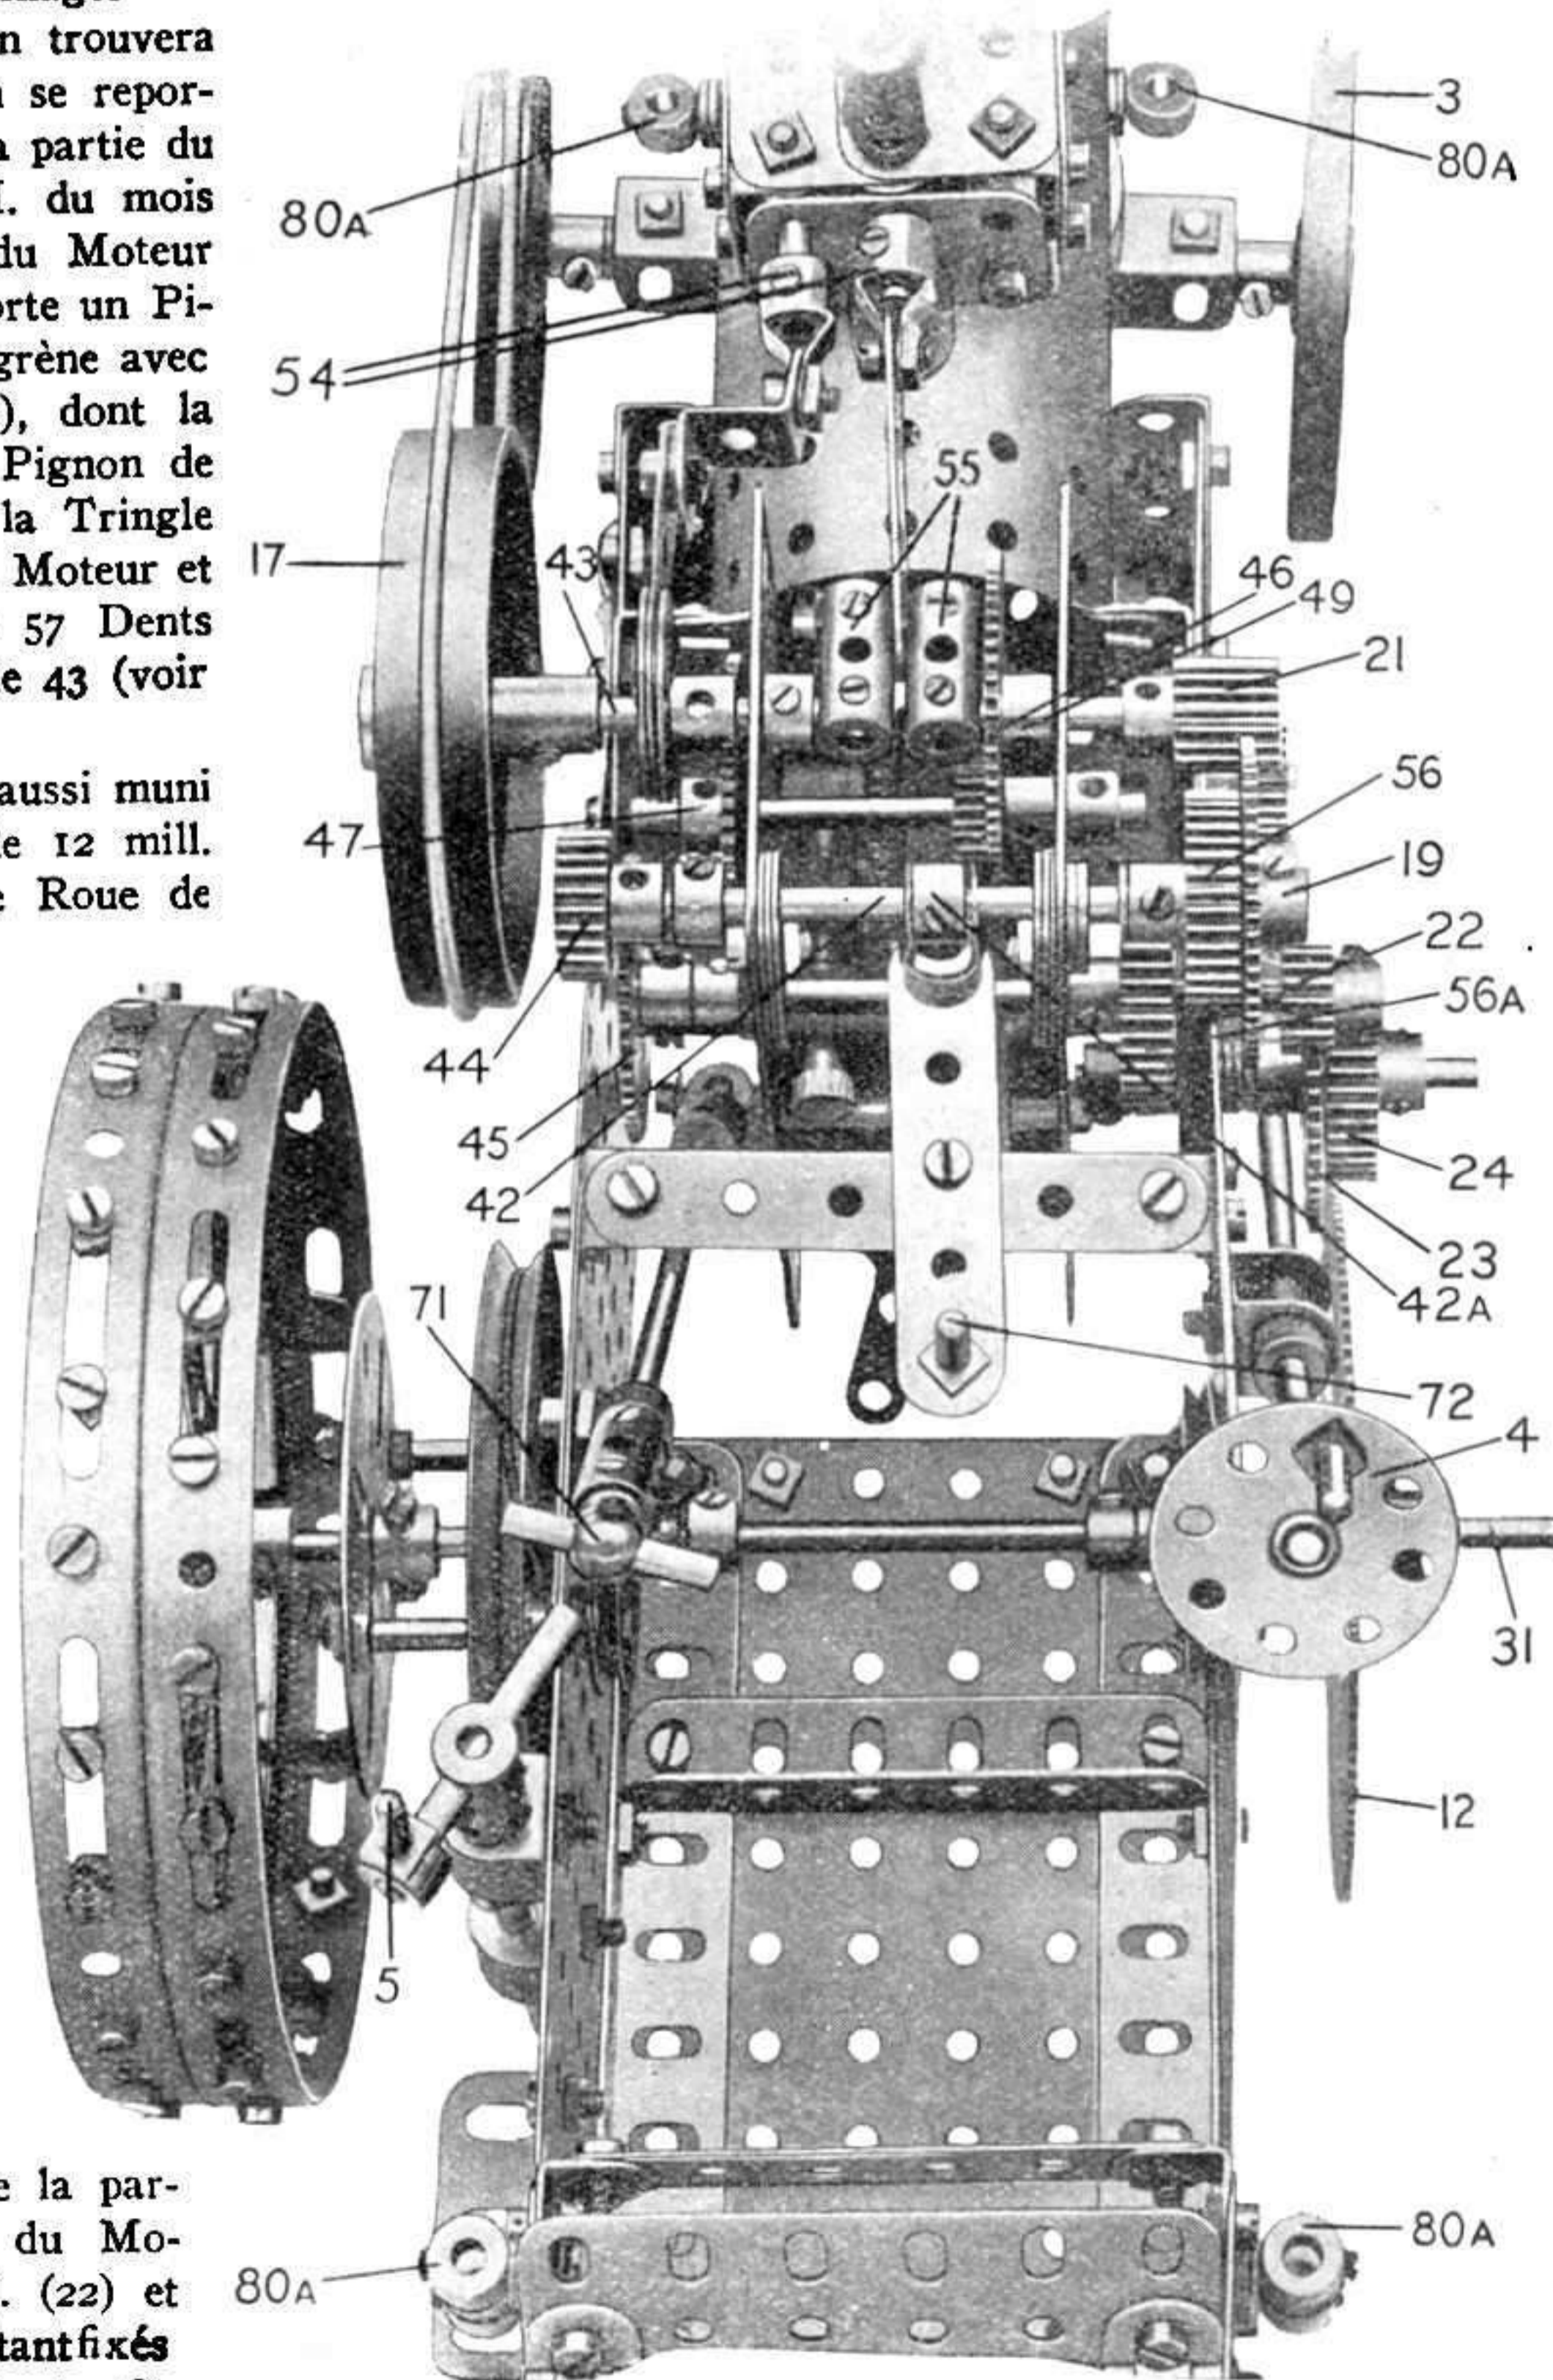
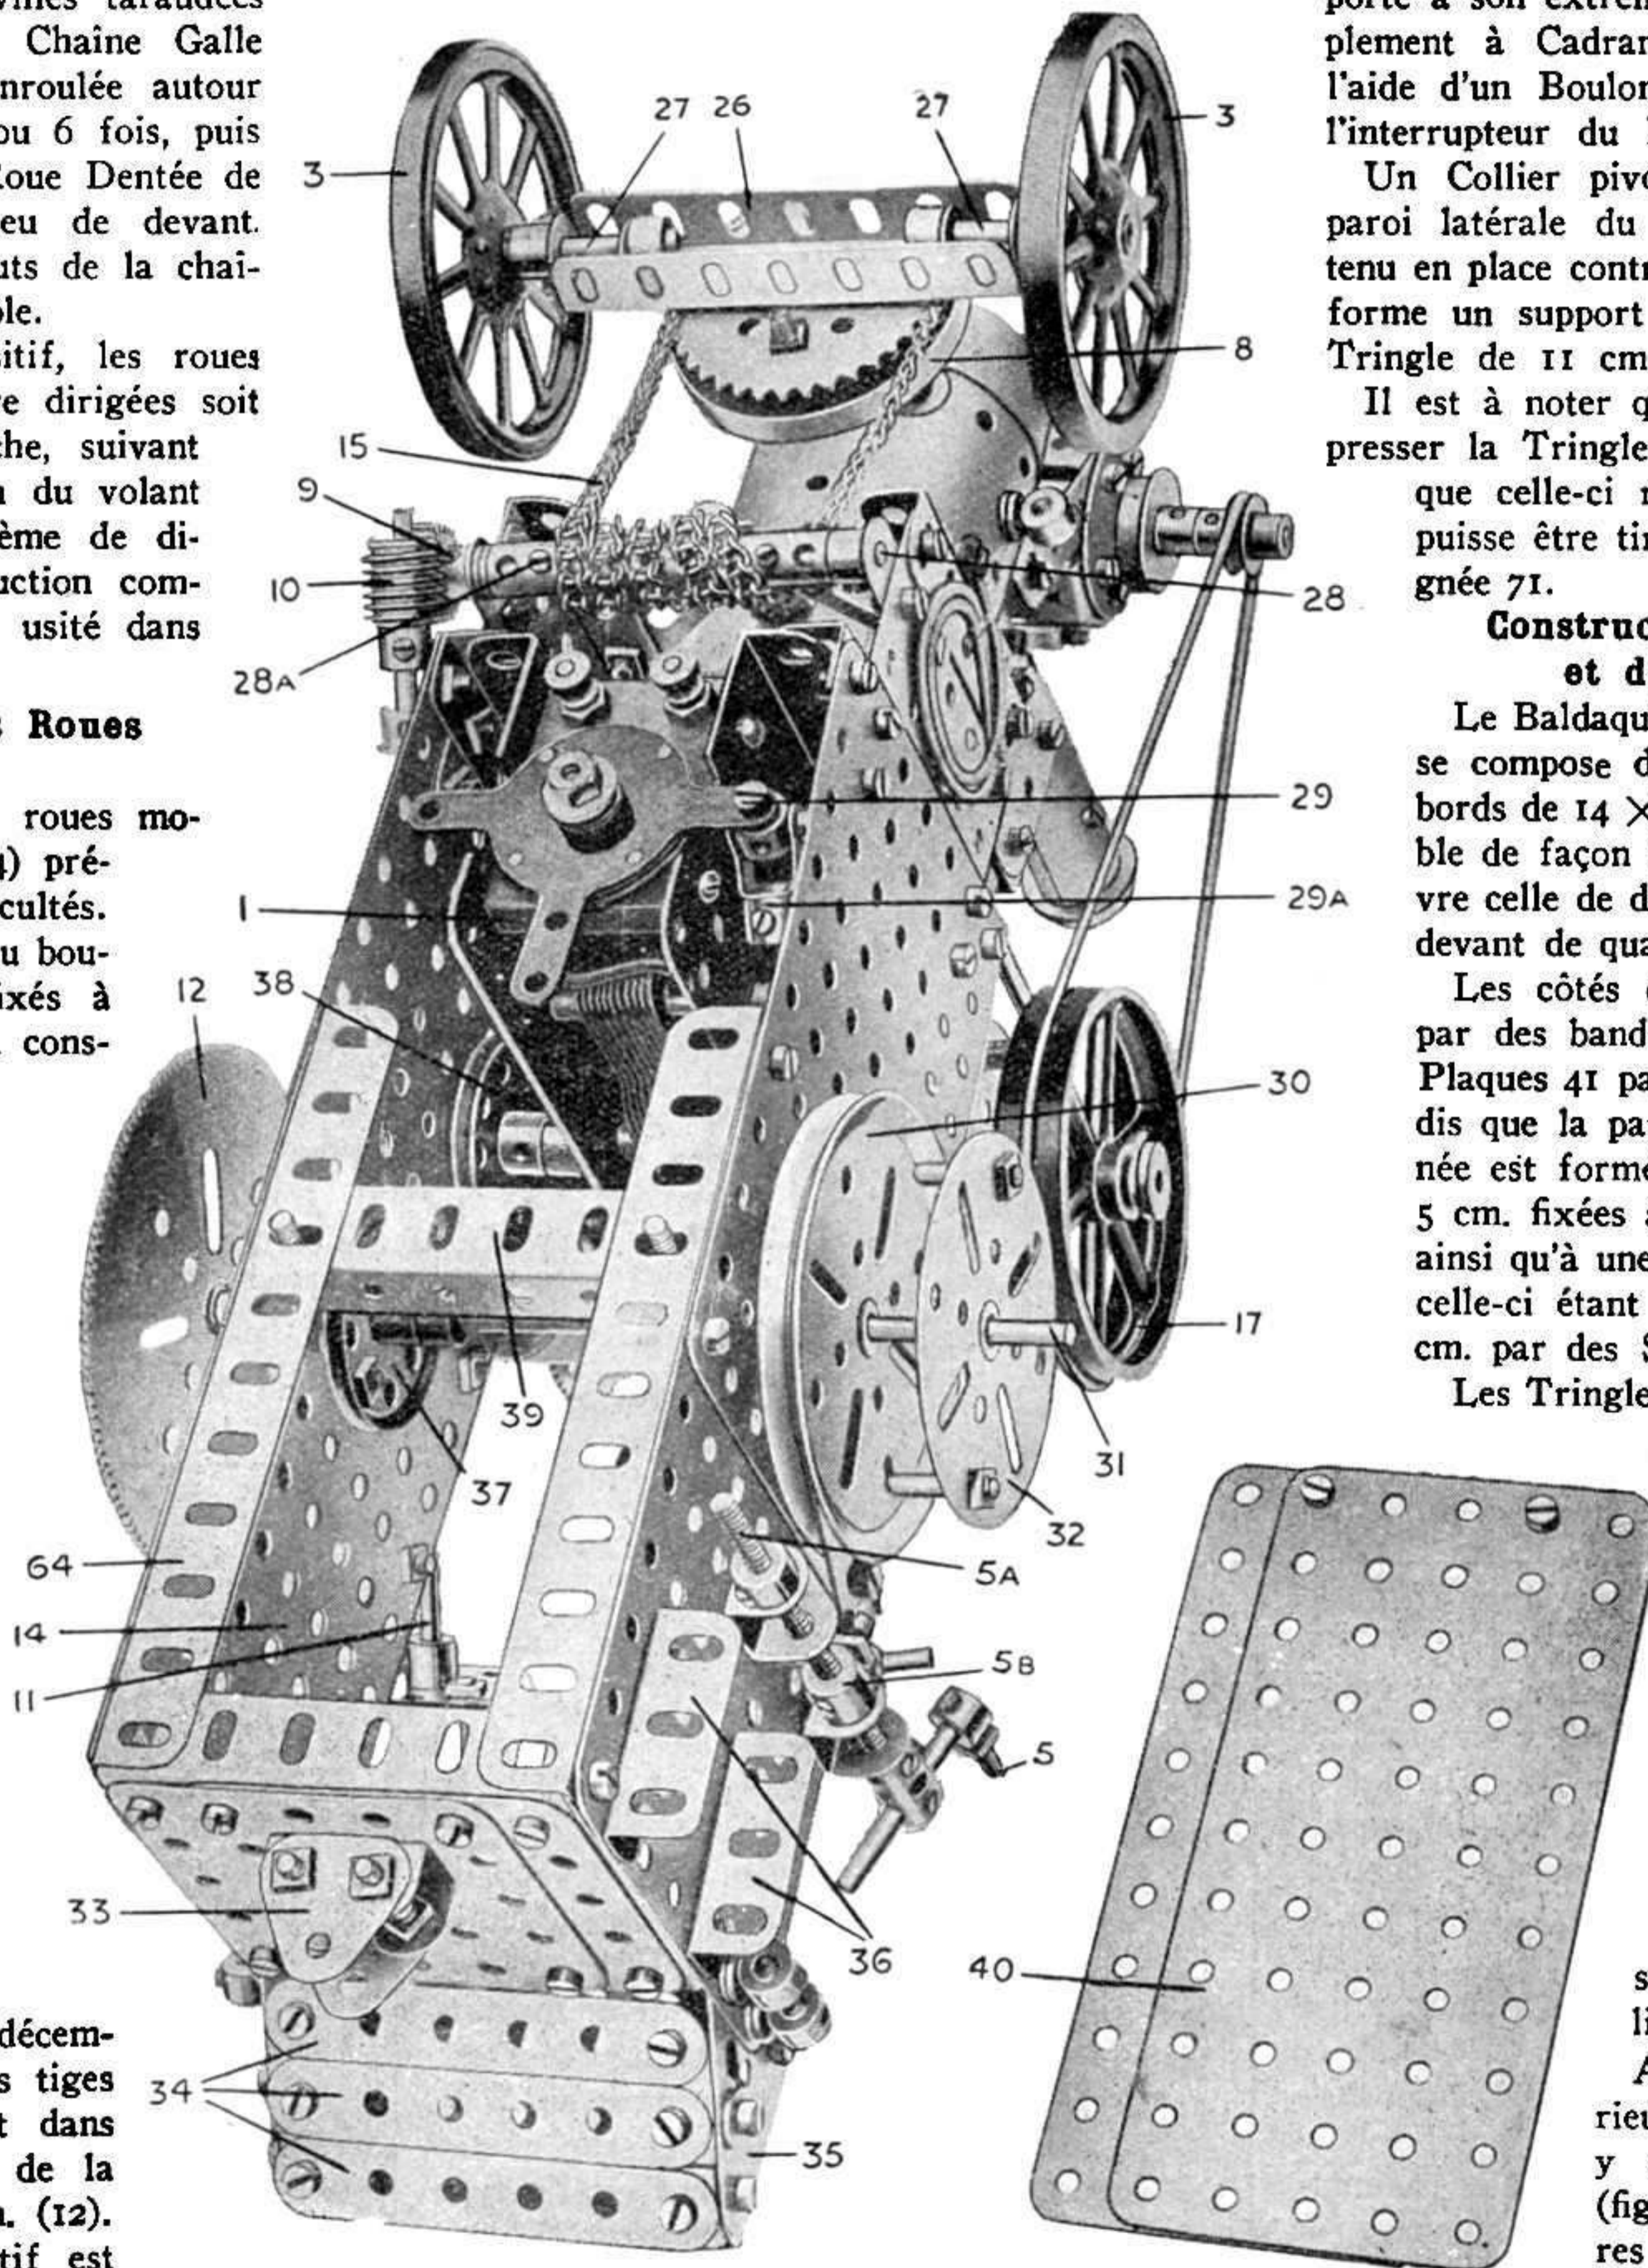

Fig. 4. — Vue prise d'en haut, montrant le système d'engrenages.
Fig. 5. — Vue de dessous, montrant le mécanisme de direction et le Moteur Electrique.
DANS notre numéro du mois passé nous avons décrit la construction du châssis principal du Tracteur Meccano et nous nous sommes occupés de tous les détails de la Chaudière et du Moteur, ainsi que du mécanisme de freinage. La fig. 4 du présent numéro représente le modèle vu d'en haut, ce qui met en évidence les engrenages et le moteur, tandis que la vue du modèle complet prise d'en bas (fig. 5) montre très clairement la position du Moteur, ainsi que les engrenages de direction et de freinage. Après avoir construit la partie du Moteur et de la Chaudière et l'avoir ajustée à la partie de derrière du modèle, comme nous l'avons décrit le mois dernier, il faut passer à la construction du mécanisme commandant le mouvement du modèle.
L'enchaînement des engrenages est visible sur la fig. 4, mais on trouvera ses détails plus apparents en se reportant à l'image représentant la partie du moteur (fig. 2 dans le M.M. du mois dernier). L'axe de l'induit du Moteur (48a sur l'image rappelée) porte un Pignon de 12 mill. (48) qui engrène avec une Roue de 57 Dents (47), dont la Tringle porte de même un Pignon de 12 mill. Celui-ci est fixé à la Tringle contre la paroi intérieure du Moteur et engrène avec une Roue de 57 Dents (49) sur l'Arbre de Manivelle 43 (voir fig. 2 et 4).
L'Arbre de Manivelle est aussi muni d'un Pignon double, long de 12 mill. (21) qui s'engrène avec une Roue de 57 Dents (19) fixée sur une Tringle de 9 cm. (12) à laquelle est fixée de même une Roue d'engrenage de 25 mill. (56) placée contre la face de la Roue 19. A l'autre extrémité de la Tringle 12 se trouve un Pignon de 19 mill. (44). La Tringle glisse librement dans ses supports et est commandée par le levier 72. Ce dernier est pivoté à une petite Chape d'Accouplement (voir fig. 4 ainsi que fig. 3 de notre numéro de décembre), qui engage un Collier 42A (fig. 4) se trouvant sur la Tringle 42.
Une Roue de 38 dents (25 mill.), 56A (fig. 4) est fixée à une Tringle de 11 cm. et demi et placée contre la partie extérieure de la paroi du Moteur, un Pignon de 12 mill. (22) et une Roue de 50 dents (45) étant fixés aux deux bouts de cette Tringle. On voit d'après la fig. 4 qu'en déplaçant le levier 72 on peut mettre en action à volonté chacun des deux enchaînements d'engrenages, c'est-à-dire on peut engager la Roue 56
Les roues motrices de devant 3 (fig. 5), qui consistent en Roues de 75 mill., sont montées sur les Tringles de 38 mill. (27) passées dans les trous d'une Bande Courbée de 90 x 12 mill. Celle-ci est fixée à l'intérieur d'une cornière en « U » formée de deux Cornières de 9 cm.
(26) boulonnées ensemble, comme on le voit sur la fig. 5. Les extrémités intérieures des Tringles sont passées dans des Equerres boulonnées aux Cornières et sont tenues en place par des Colliers fixés aux Tringles contre les Equerres. Ce dispositif est montré sur la fig. 5.
Le Boudin de Roue 8 (fig. 5) est fixé aux Cornières 26 par des Boulons passés à travers une Roue Dentée de 5 cm.; une Tringle de 38 mill. fixée à celle-ci joue le rôle d'un pivot pour l'essieu de devant. La Tringle est passée dans une Bande à double Courbure 8a (voir fig. 2 dans notre numéro de décembre) boulonnée au-dessous de la Chaudière et est tenue librement en position au moyen d'un Collier placé sur la Tringle à l'intérieur de la Chaudière. Le mécanisme de direction est commandé par une roue directrice 4 (fig. 4) fixée à une Tringle de 20 cm. (11) qui est
passée dans des Supports Doubles boulonnés à la paroi latérale du châssis de la partie arrière du modèle (voir aussi fig. 3, M.M. de décembre). La Tringle de direction 11 porte à son extrémité inférieure une Vis sans fin 10 (fig. 5) qui engage un Pignon de 19 mill. (9) sur une Tringle de 9 cm. (28), cette Tringle étant passée dans des Bandes de 38 mill. boulonnées aux plaques latérales du châssis (voir aussi fig. 3, M.M. de décembre).
La Tringle 28 porte plusieurs Accouplements et Colliers 28A (fig. 5) dont les chevilles taraudées servent à saisir une Chaîne Galle de 40 cm. qui est enroulée autour des accouplements 5 ou 6 fois, puis passée autour de la Roue Dentée de 5 cm. fixée à l'essieu de devant. Naturellement, les bouts de la chaîne sont joints ensemble.
En plaçant la roue sur la Tringle 31 (fig. 5 et fig. 3 du n° de décembre), on verra que les tiges des boulons entreront dans les trous des fentes de la Roue dentée de 9 cm. (12). Le but de ce dispositif est d'assurer une plus forte prise à la roue motrice, que si elle était simplement fixée par les vis d'arrêt des Roues-Barillets fixées aux Disques à moyeu. Quant à la roue motrice gauche, il faut l'écarter de la paroi du châssis de la partie arrière du modèle afin de laisser l'espace nécessaire à la rotation libre du volant 17 (fig. 4). A cette fin on passe sur la Tringle 31 un plateau central de 6 cm. (32) (fig. 5) portant deux Chevilles filetées et sa vis d'arrêt est fixée de façon à ce que les Chevilles filetées engagent les fentes ou les trous du tambour de frein 30.
On voit la poignée 71 commandant le Moteur Electrique de 4 volts sur la fig. 4. En tirant ou poussant la poignée on peut mettre en marche le Moteur, l'arrêter ou le renverser. La poignée, qui est formée d'une Tringle de 25 mill. passée dans un Support de Rampe, est fixée par un Accouplement à une Tringle de 11 cm. et demi qui
porte à son extrémité inférieure un Accouplement à Cadran 29A (fig. 5) pivoté à l'aide d'un Boulon 29 à l'un des bras de l'interrupteur du Moteur.
Un Collier pivoté par un Boulon à la paroi latérale du châssis, le boulon étant tenu en place contre le Collier par un écrou, forme un support et une glissière pour la Tringle de 11 cm. et demi (voir fig. 4).
les supports du baldaquin sont fixées dans des Accouplements qui, à leur tour, sont fixés par des boulons aux Plaques 41. Les extrémités inférieures des Tringles sont fixées dans des Colliers 80A situés sur la Chaudière et les Plaques latérales de la soute. On voit ces Colliers sur la fig. 4.
Afin de compléter l'extérieur réaliste du modèle, on y ajoute des marches 36 (fig. 5) formées de Cornières de 38 mill. qu'on boulonne aux Plaques du châssis principal.
Une fois la construction du modèle achevée, on peut placer un Accumulateur Meccano de 4 volts-8 ampères dans l'emplacement qui lui est réservé dans la partie arrière du modèle, comme on le voit sur la vue générale du modèle (fig. 5, ainsi que fig. 1 du n° de décembre), les bornes en étant jointes par deux fils isolés
Pour mettre le modèle en marche, il faut tout d'abord engager l'engrenage « lent » en poussant le levier 72 à gauche. Avant d'actionner le Moteur Electrique on veillera à ce que le frein soit relâché. Alors on actionne le Moteur en tirant ou en poussant la poignée 71 (fig. 4) suivant le sens de marche voulu (marche avant ou arrière). Quand la machine ne traîne qu'un poids léger, on peut se servir de l'engrenage « rapide », mais pour les fardeaux plus lourds on emploiera toujours l'engrenage « lent ».